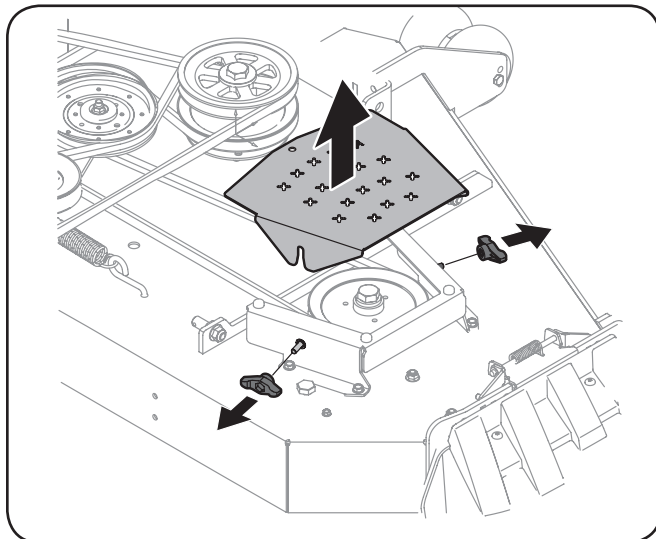

Figure 7-6
3. Pour retirer les couvercles de courroie, retirez les écrous des boulons de carrosserie qui fixent les couvercles sur le plateau de coupe. Voir Figure 7-6.
4. L'écrou rapide devrait maintenir les boulons en place. Sinon, installez la quincaillerie comme illustré sur la Figure 7-6.